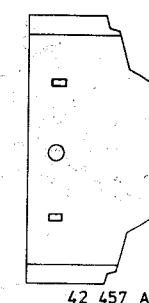

Fig. 6
#### 4. Entfernen der "Headphones" Platte (siehe Bild 6)
**4. Entfernen der "Headphones and Mainsfilter" Platte (siehe Bild 6)**